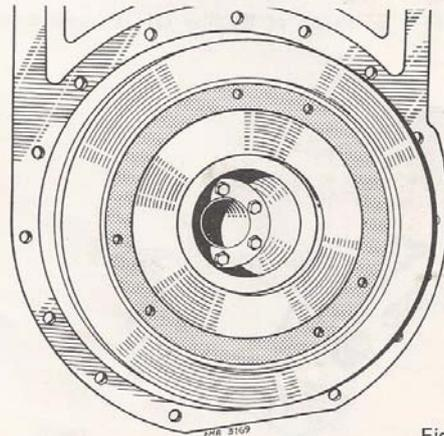

Fig. 10
- . placer sur le volant une cale entretoise n° 08 13 373 000 utilisée pour le montage d'un embrayage monodisque - Fig. 10.